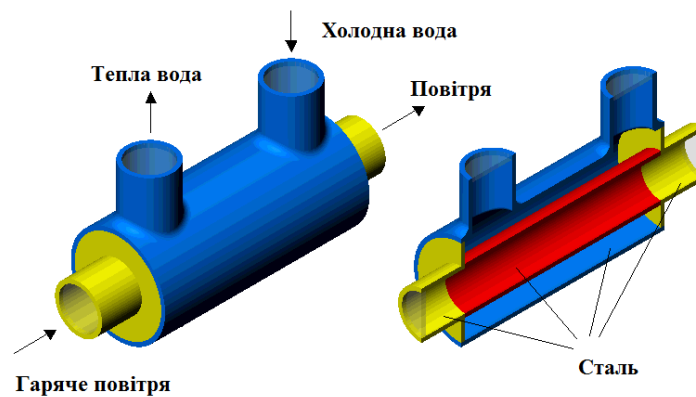

Рисунок 8.1 – Схема руху потоків в теплообмінному апараті
1. Відповідно до отриманого варіанту завдання (Додаток Д) в програмному комплексі SolidWorks виконати розрахунок ККД теплообмінного апарату, представленого на рисунок 8.1.
Вихідні данні: Необхідно виконати розрахунок ККД теплообмінного апарату (рисунок. 8.1).